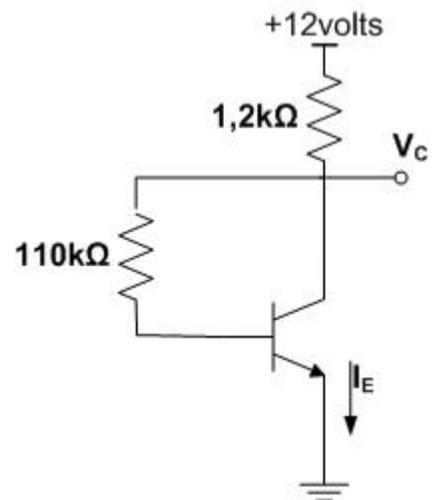

Figura 6
7. A corrente no emissor (I_E) e a tensão do coletor (V_C) do transistor com $\beta = 100$ e $V_{BE} = 0,6$ volts da figura 6 são, respectivamente,